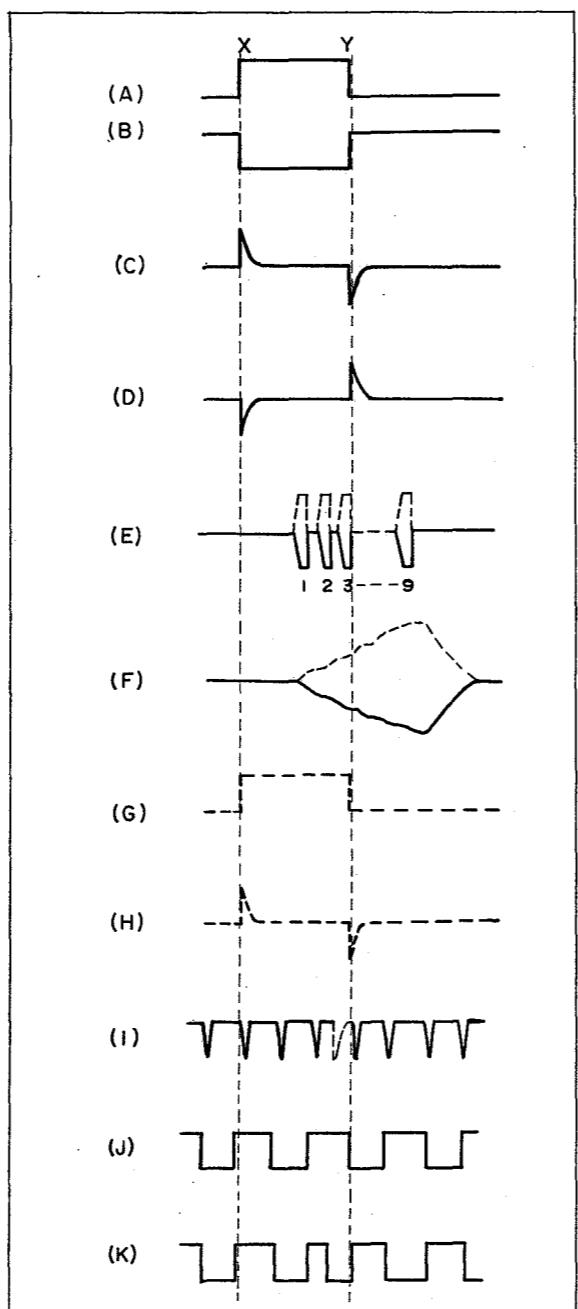
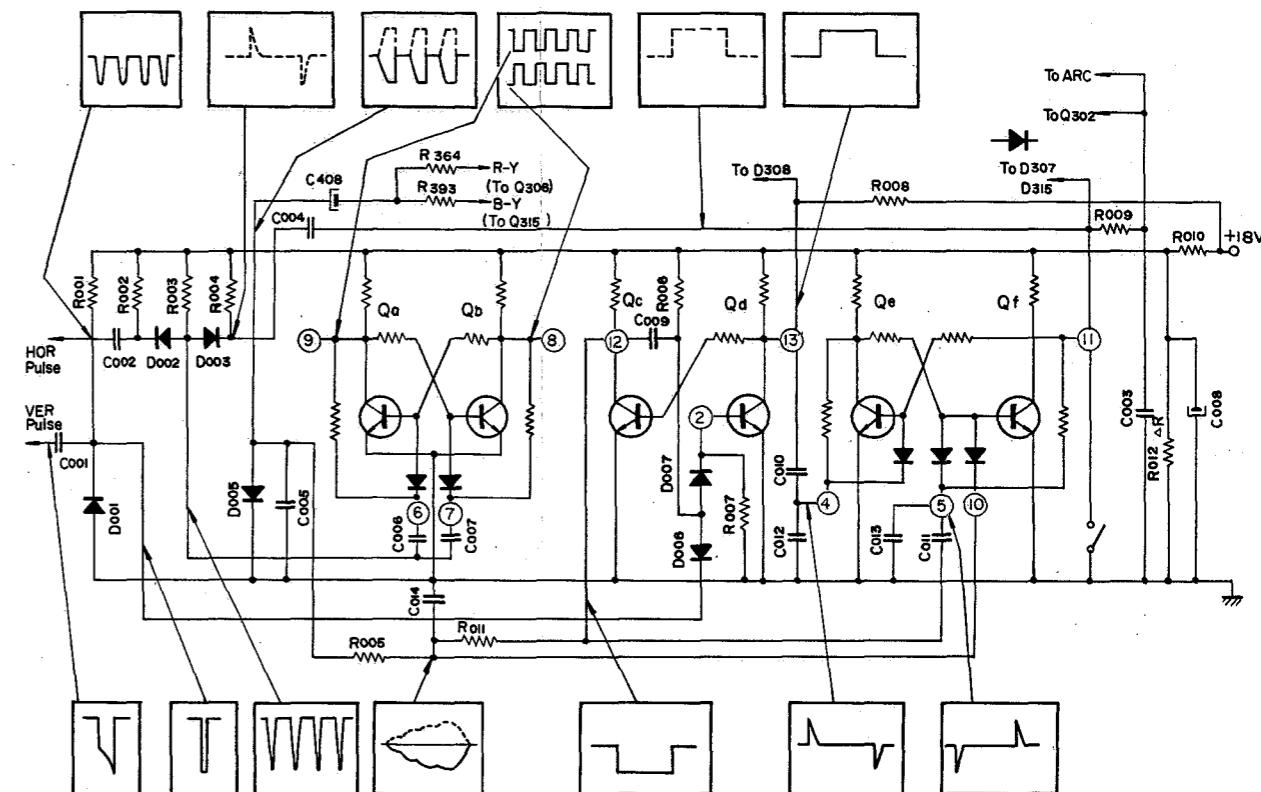

Fig. 1-3.
Fig. 1-4.
- une bascule commandant les diodes de blocage (killer) des circuits couleur (voir figure 1-4).
L'impulsion de balayage horizontal, issue de HOT, est mise en forme par la capacité C002, la résistance R002 et la diode D002, et est transmise aux bases des transistors Qa et Qb; aux collecteurs ⑧ et ⑨ des transistors Qa et Qb, on obtient alors les impulsions de commutation telles qu'elles figurent figure 1-3 (J), et qui sont destinées aux diodes de commutation D305, D306, D313 et D314. Les impulsions de commutation fournissent donc le signal couleur directe et le signal couleur retardé de 1-H aux discriminateurs R-Y et B-Y par ordre correct.
IC component employed for the colour-identification circuit is consisting of three circuits; flip-flop circuit for operating switching diodes, delay multivibrator circuit for vertical pulse shaper and flip-flop circuit for operating colour killer diodes. (Refer to Fig. 1-4.)
The horizontal pulse from HOT is waveshaped by C002, R002 and D002, and is supplied to the bases of Qa and Qb. At the collectors ⑧ and ⑨ of Qa and Qb, the switching pulses shown in Fig. 1-3 (J) appear, and are supplied to the switching diodes D305, D306, D313 and D314 respectively. Thus the switching pulses supply the direct colour signal and the 1-H delayed colour signal to each R-Y and B-Y discriminator in right order.
Le circuit du multivibrateur de retard est déclenché par le front de l'impulsion verticale, provenant du VOT, qui est mis en forme par la capacité C001 et la diode D001. On obtient aux points ⑫ et ⑬ l'impulsion retardée par la constante de temps engendrée par la capacité C009 et la résistance R006, dont la forme est représentée en figures 1-3(B) et 1-3(A). Ces impulsions sont transmises aux bases des transistors Qe et Qf comme impulsion de porte après différentiation; l'impulsion positive (voir figure 1-3(A)) est fournie au collecteur du transistor Q307 (ACC-2) par l'intermédiaire de la diode D308. Celle-ci commande l'ampli chrominance de manière qu'il ne coupe pas les signaux d'identification de couleur, lorsque le potentiomètre de réglage de couleur est actionné contre le sens des aiguilles d'une montre. La largeur de l'impulsion est déterminée de telle façon que le circuit de chrominance n'agit que durant les intervalles de suppression de balayage vertical, et la durée de la descente de l'impulsion doit être finie lorsque le signal d'identification de couleur est délivré à la base.
Delay multivibrator circuit is triggered by the leading edge of the vertical pulse from VOT which is waveshaped by C001 and D001. At terminals ⑫ and ⑬, the pulse delayed by the time constant that is the product of C009 and R006 is obtained as shown in Figs. 1-3 (A) and 1-3 (B). These pulses are supplied to the bases of Qe and Qf as a gate pulse after differentiation, and positive pulse in Fig. 1-3 (A) is also supplied to the collector of Q307 (ACC-2) through D308. It operates the chroma amplifier not to cut off colour-identification signal, when the colour control is turned counterclockwise. The pulse width is determined so that the chroma circuit is operated during only the vertical blanking interval, and the decay time of the pulse should be finished while the colour-identification signal is supplied to the base.
When the negative pulse is supplied to the cathode of D006, D006 conducts and the base voltage of Qd is lowered. Qd is cut off and high collector voltage is obtained. Qc is turned ON, and C009 is charged through R006. Thus the base voltage of Qd rises slowly by the time constant of R006 and C009, and then Qd is turned ON. Thus the pulse, whose width is determined by the time constant of R009 and C009, is obtained at terminals ⑫ and ⑬ as illustrated in Fig. 1-4. These pulses are differentiated and supplied to the bases of Qe and Qf respectively to turn ON or OFF the killer diodes. Transistor Qe turns ON, only when the negative pulse is supplied to the base of Qf. Pulses at terminals ⑫ and ⑬ are the same in their rise times and have opposite polarities. Therefore, the negative differentiated pulses at terminals ④ and ⑤ have some time
Le circuit du multivibrateur de retard est déclenché par le front de l'impulsion verticale, provenant du VOT, qui est mis en forme par la capacité C001 et la diode D001. On obtient aux points ⑫ et ⑬ l'impulsion retardée par la constante de temps engendrée par la capacité C009 et la résistance R006, dont la forme est représentée en figures 1-3(B) et 1-3(A). Ces impulsions sont transmises aux bases des transistors Qe et Qf comme impulsion de porte après différentiation; l'impulsion positive (voir figure 1-3(A)) est fournie au collecteur du transistor Q307 (ACC-2) par l'intermédiaire de la diode D308. Celle-ci commande l'ampli chrominance de manière qu'il ne coupe pas les signaux d'identification de couleur, lorsque le potentiomètre de réglage de couleur est actionné contre le sens des aiguilles d'une montre. La largeur de l'impulsion est déterminée de telle façon que le circuit de chrominance n'agit que durant les intervalles de suppression de balayage vertical, et la durée de la descente de l'impulsion doit être finie lorsque le signal d'identification de couleur est délivrée à la base.
Lorsqu'une impulsion négative apparaît aux bornes de la diode D006, elle est en fonction, et la tension de la base du transistor Qd diminue. Qd est coupé et l'on obtient une tension du collecteur élevée. Qc est mis en conduction et la capacité C009 se charge à travers la résistance R006. La tension de la base du transistor Qd augmente lentement en fonction de la constante de temps déterminée par la résistance R006 et la capacité C009 et Qd devient conducteur. L'impulsion (dont la largeur est déterminée par la constante de temps fournie par la résistance R009 et la capacité C009) est obtenue aux points ⑫ et ⑬ ainsi que le montre la figure 1-4. Ces impulsions sont différencierées et transmises aux bases des transistors Qe et Qf pour allumer ou couper les diodes de blocage. Le transistor Qe ne devient conductif uniquement que lorsqu'on applique une impulsion négative à la base du transistor Qf. Les impulsions délivrées aux points ⑬ et ⑫ ont les mêmes temps de montée et sont de phase inversée (polarité inversée). Donc, les impulsions négatives différencierées fournies aux points ④ et ⑤ peuvent présenter parfois quelques différences en temps. Les impulsions différentielles négatives produites au point X (figure 1-3) sont d'abord délivrées au point ⑤ et le transistor Qf est coupé. La tension au point ⑪ augmente. Etant donné que le point ⑪ est relié aux circuits de blocage de couleurs et à la base du transistor Q302, les diodes de blocage de couleurs (diodes killer) sont coupées et le signal de chrominance est délivré à l'amplificateur de chrominance. Ceci est réalisé durant l'intervalle de suppression du faisceau de balayage vertical, l'image de chrominance n'apparaît pas sur l'écran. Ensuite l'impulsion négative produite au point Y est délivrée au point ④, le transistor Qe est coupé et le transistor Qf est allumé. La tension en ⑪ décroît jusqu'à près de 0volt et les diodes de blocage de couleurs sont en fonction. Ainsi seule une image en luminosité apparaît sur l'écran durant une émission en noir et blanc.
differences. The negative differentiated pulse produced at point X in Fig. 1-3 is first supplied to terminal ⑤, and Qf is cut off. The voltage at terminal ⑪ is increased. As the terminal ⑪ is connected to the colour killer circuit and also the base of Q302, the colour killer diodes are cut off and chrominance signal is supplied to the chroma amp. But this is done in the vertical blanking interval, colour picture does not appear on the screen. Next the negative pulse produced at point Y is supplied to terminal ④, and Qe is cut off and Qf is turned ON. Accordingly the voltage at terminal ⑪ is decreased to almost 0V, and colour killer diodes conduct. Thus only luminance image appears on the screen in black-and-white broadcasting.
Identification signals shown in Fig. 1-3 (E) are matrixed by R364 and R393, and is integrated by C005, R005 and C014. See Fig. 1-3 (F). It is supplied to terminal ⑩.
When R-Y and B-Y signals are supplied to each correct discriminator by Qa and Qb, each colour-identification signal is fed into a matrix with correct phase. At the same time the colour-identification signal with solid line as shown in Fig. 1-4 (correct polarity) is fed to terminal ⑩, the negative pulse produced at point Y is supplied to the base of Qe. Usually Qf turns ON as the collector voltage is decreased, but in this case the base voltage of Qf is forced to be decreased by the G-Y colour-identification signal and Qf is still remained in the cut-off condition. The collector voltage at Qf is not decreased and the colour killer diode does not conduct. Thus normal colour picture can be obtained on the screen.
When the switching diodes are operated by the colour-identification signal with incorrect polarity (positive) as shown by a dotted line in Fig. 1-3 (F), the diode connected to terminal ⑩ is cut off. When the pulse produced at point Y is supplied to terminal ④, Qf turns ON and the collector voltage of Qf is decreased to almost 0V. The colour killer diodes conduct and luminance image appears on only one field after pulse produced at point Y.
Les signaux d'identification, tels qu'ils se trouvent en figure 1-3(E), sont matricés par les résistances R364 et R393 et intégrés par le système constitué des capacités C005, C014 et de la résistance R005 (voir figure 1-3(F)). Ces signaux sont délivrés au point ⑩. Lorsque les signaux R-Y et B-Y sont fournis à chaque discriminateur correspondant par les transistors Qa et Qb, chaque signal d'identification de couleur est alimenté à une matrice en phase adéquate. En même temps, le signal d'identification de couleur (voir figure 1-4 en trait plein) (polarité correcte) est délivré au point ⑩ et l'impulsion négative délivrée au point Y est fournie à la base du transistor Qe. En général Qf devient conducteur lorsque la tension du collecteur décroît, mais dans notre cas, la tension de la base du transistor Qf doit décroître à cause du signal d'identification de couleur G-Y et le transistor Qf est toujours maintenu dans l'état de blocage. La tension du collecteur du transistor Qf n'est pas diminuée et les diodes de blocage de couleurs (killer) ne fonctionnent pas. On obtient ainsi une image couleur normale sur l'écran.
Lorsque les diodes de commutation sont mises en fonctionnement par les signaux d'identification de couleur en raison d'une polarité non conforme (positive) (voir figure 1-3(F) en ligne pointillée), la diode reliée au point ⑩ est coupée.
⑪ (voir figure 1-3(G)) est différenciée par la capacité C004 et la résistance R004 (voir figure 1-3(H)) et est ajoutée à l'impulsion de déclenchement horizontal par l'intermédiaire de la diode D003. L'impulsion de commutation est soumise à l'inversion de sa phase due à cette impulsion ajoutée de déclenchement (figure 1-3(I)). Les diodes de blocage de couleurs (killer) sont coupées lorsque le signal d'identification de couleur suivant est délivré au point ⑩ et une image couleur peut être obtenue sur l'écran.
In this case the pulse at terminal ⑪ as shown in Fig. 1-3 (G) is differentiated by C004 and R004 as shown in Fig. 1-3 (H), and is added to the horizontal triggering pulse through D003. Thus, the switching pulse is reversed its polarity by this added triggering pulse in Fig. 1-3 (I). Thus the colour killer diodes are turned OFF when next identification signal is supplied to terminal ⑩ and colour picture can be obtained on the screen.